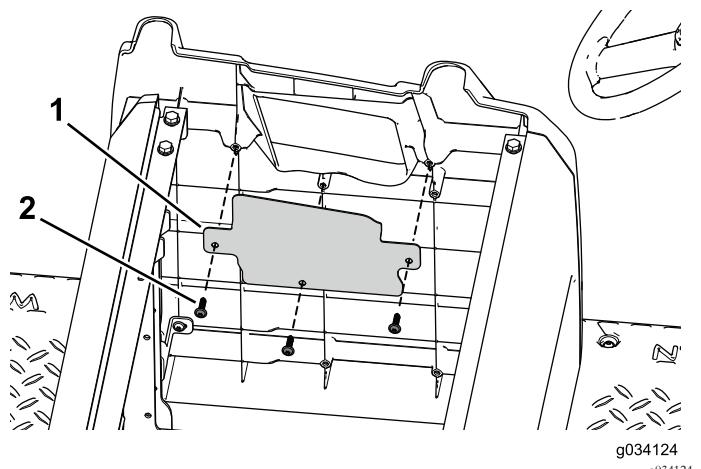

**Bild 94**
- 3. Befestigen Sie die abgewinkelte Stützhalterung und die Platte des Sitzunterteils mit den zwei Schrauben mit Scheiben ( $\frac{1}{4}$ " x  $\frac{1}{2}$ ") an der linken und rechten Sitzstütze (Bild 94).
- 4. Befestigen Sie die hintere Platte mit den fünf Schrauben (Nr. 10 x  $\frac{1}{2}$ ") an der abgewinkelten Stützhalterung und den Sitzstützen (Bild 94).